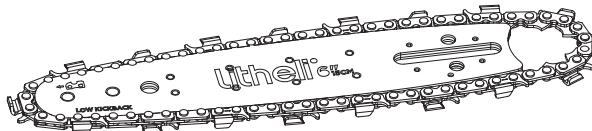

Рис. 2
- Протяните цепь через направляющий паз шины. Убедитесь, что цепь установлена в правильном направлении вращения (Рис. 2).